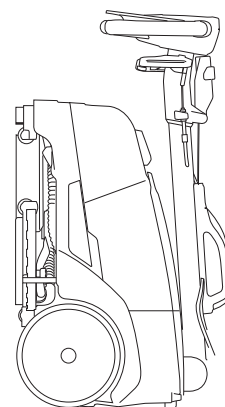

Fig.4
- Drei maskinen i vertikal posisjon (fig. 4).